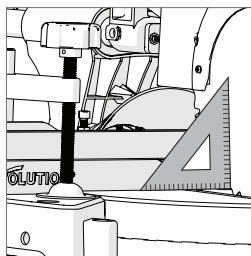

Fig. 13
- Posizionare la squadra graduata sul tavolo, facendo in modo che l'estremità corta poggi sul tavolo e l'altra estremità sulla lama di taglio (non sulle punte TCT). (**Fig. 13**)